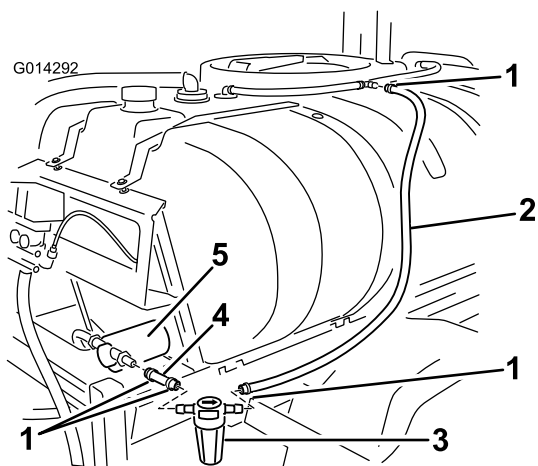

图22
- 将软管装在之前已安装完毕的三通接头的开口端 (图22)。